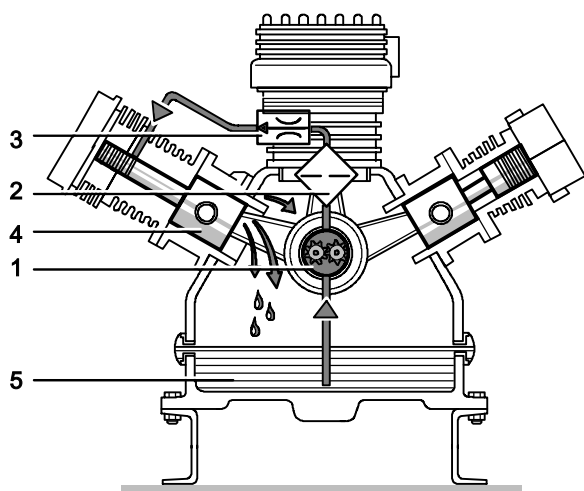

Рис. 27 Система смазки под давлением
Компрессор оснащен системой смазки под давлением (Рис. 27). Давление масла создается медленно работающим шестерённым насосом (1). Давление составляет прим. **5 бар**.
Привод масляного насоса (1, Рис. 27) осуществляется коленчатым валом. Масляный насос (1) перекачивает масло из отстойника (5) корпуса коленчатого вала через фильтр тонкой очистки (2) и клапан регулировки минимального давления (3) к цилиндру 3-й ступени (4). Здесь масло распределяется направляющим поршнем и смазывает все подвижные детали компрессора. Регулирующий клапан делает возможной индикацию давления масла на манометре, а также контроль со стороны устройства управления компрессором.